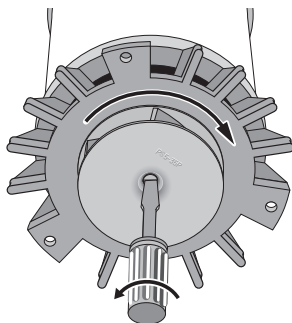

Figura 9
4. Sostenga el eje del motor con un destornillador y destornille el impulsor, según se muestra (Figura 9). El impulsor tiene rosca hacia la izquierda, por lo que se suelta hacia la derecha (↻).